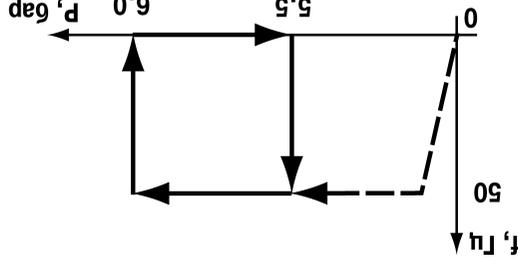

Рисунок 2.5 - Диаграмма реального режима работы
- запуск и работа АД на частоте 50 Гц до верхнего порога гистерезиса, далее, по замкнутому циклу, от 5,5бар до 6 бар, на рис. 2.5.